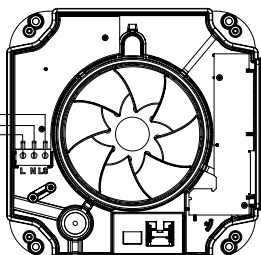

Fig. 7
- **Versión HT:** Igual que la versión ST pero dispone de un higróstico. La versión HT preferiblemente se tiene que conectar con dos hilos según el primer esquema de la Fig. 7 para un funcionamiento automático a través del sensor de humedad (para pasar de velocidad lenta a velocidad rápida). También se puede conectar con el segundo esquema a tres hilos si quiere forzar el pase a velocidad rápida con un interruptor externo a través del Ls.